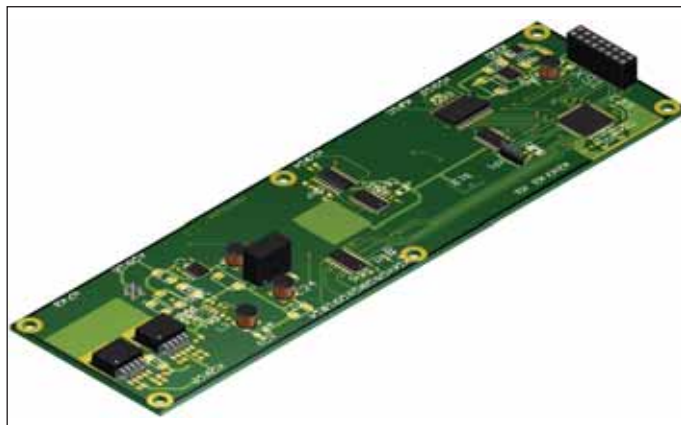

Рис. 2. Внешний вид платы, импортированной в Autodesk Inventor с помощью STEP-формата
- экспортировать разработанную печатную плату в Autodesk Inventor (рис. 2) для выполнения компоновки устройства, добавления жгутов, получения выходной документации.